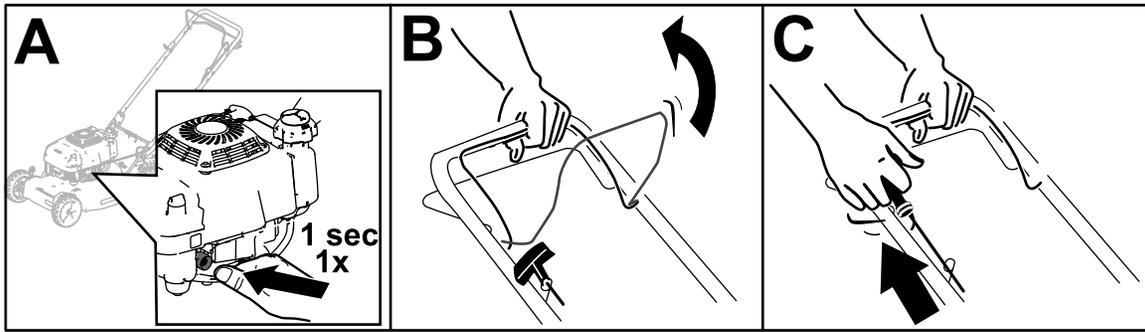

Bild 14
1. Drücken und halten Sie die Kaltstarthilfe eine Sekunde lang fest (A in Bild 14).
2. Drücken Sie den Schaltbügel gegen den Holm (B in Bild 14).
3. Ziehen Sie am Rücklaufstartergriff (C in Bild 14).